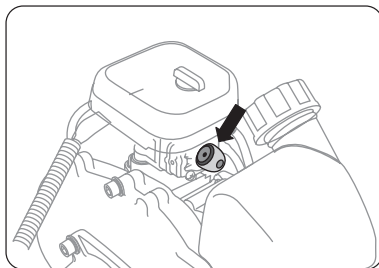

Рис. 10
- Пять-семь раз нажмите на резиновый колпачок ручной подкачки топлива для заполнения карбюратора топливной смесью (Рис. 10). При этом сквозь резиновый колпачок кнопки ручной подкачки топлива должна просматриваться подкачиваемая